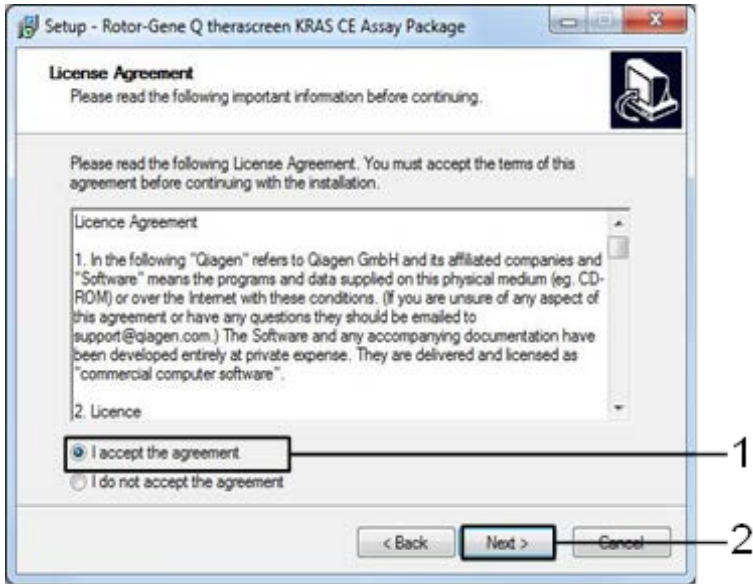

Figura 40. Cuadro de diálogo "License Agreement" (Acuerdo de licencia). 1 = declaración "I accept the agreement" (Acepto el acuerdo), 2 = "Next" (Siguiente).
5. Lea el Acuerdo de licencia en el cuadro de diálogo "License Agreement" (Acuerdo de licencia) y marque la casilla I accept the agreement (Acepto el acuerdo). Haga clic en Next (Siguiente) para continuar (figura 40).